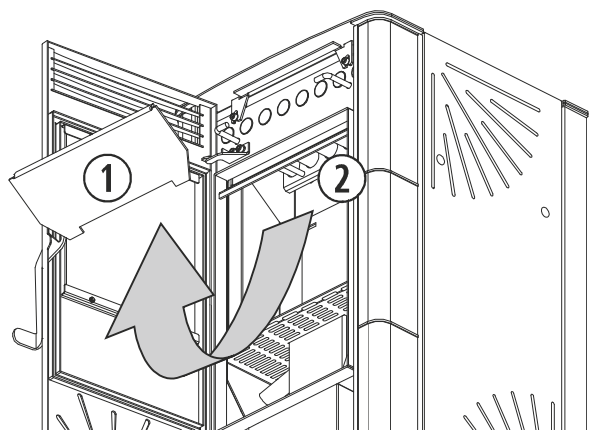
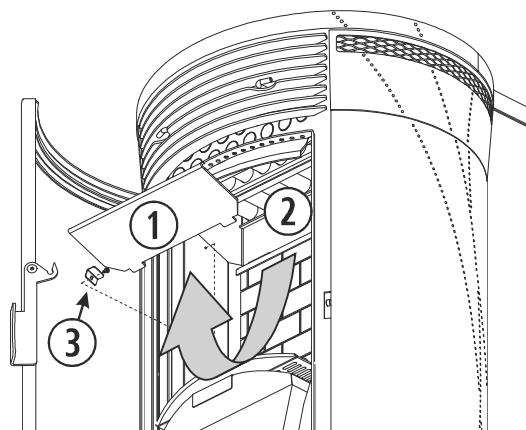

Figura 12
Figura 13
Nei modelli Venus (figura 12) e Atenas (figura 13), si deve realizzare un'operazione di pulizia totale dello scambiatore di calore (2), quest'operazione dovrà essere eseguita settimanalmente. Per avere un miglior accesso allo scambiatore e poter pulirlo di forma esaustiva, nel modello Venus dobbiamo spingere verso l'alto la placca superiore del focolare (1), fino a disinnestare i pannelli che la fissano alla placca centrale e tirarla. Al termine, collochiamo di nuovo la placca superiore assicurandoci che i piedini rimangano correttamente incorporati. Nel modello Atenas, la placca superiore (1) si trova inoltre fissata con una lastra e una vite (3) su ciascun laterale, che dobbiamo ritirare, e ripetere i passi descritti per la Venus.